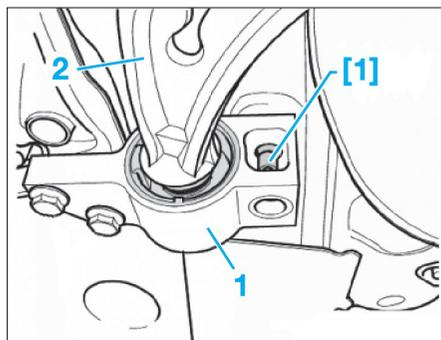
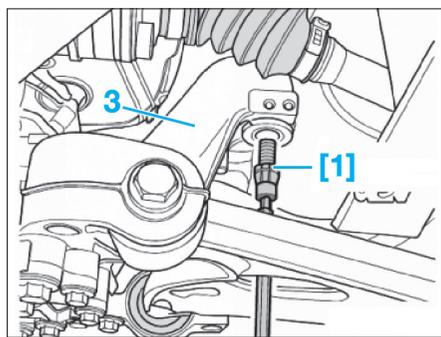

Fig. 9
Fig. 10
- [1]. Outil de centrage du berceau (réf : T10096) (Fig.9) et (Fig.10).
• Remplacer la vis de fixation du palier (1) de triangle de suspension (2) sur la caisse par l'outil [1] des deux côtés (Fig.9).
• Remplacer également des deux côtés, les vis de fixation supérieures du berceau (3) par l'outil [1] (Fig.10).
- [1]. Outil de centrage du berceau (réf. T10096) (Fig.9).
La fixation du palier arrière du triangle étant commune à celle du berceau, sa dépose nécessite l'emploi d'un outil de centrage et de guidage (1) (Fig.9). Pour déposer le triangle gauche avec un véhicule équipé de la boîte de vitesses robotisée DSG, il sera nécessaire d'abaisser le berceau (voir opération concernée).
• Remplacer la vis de fixation du palier de triangle de suspension sur le berceau, par l'outil [1] et le serrer à 2 daN.m (Fig.9).